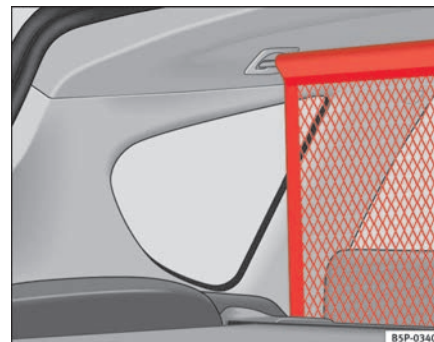

Fig. 125 Red separadora
- Pase la red desde abajo entre el respaldo y la bandeja enrollable y colóquela en los alojamientos del techo, primero el derecho y después el izquierdo ⇒ página 159, fig. 125.